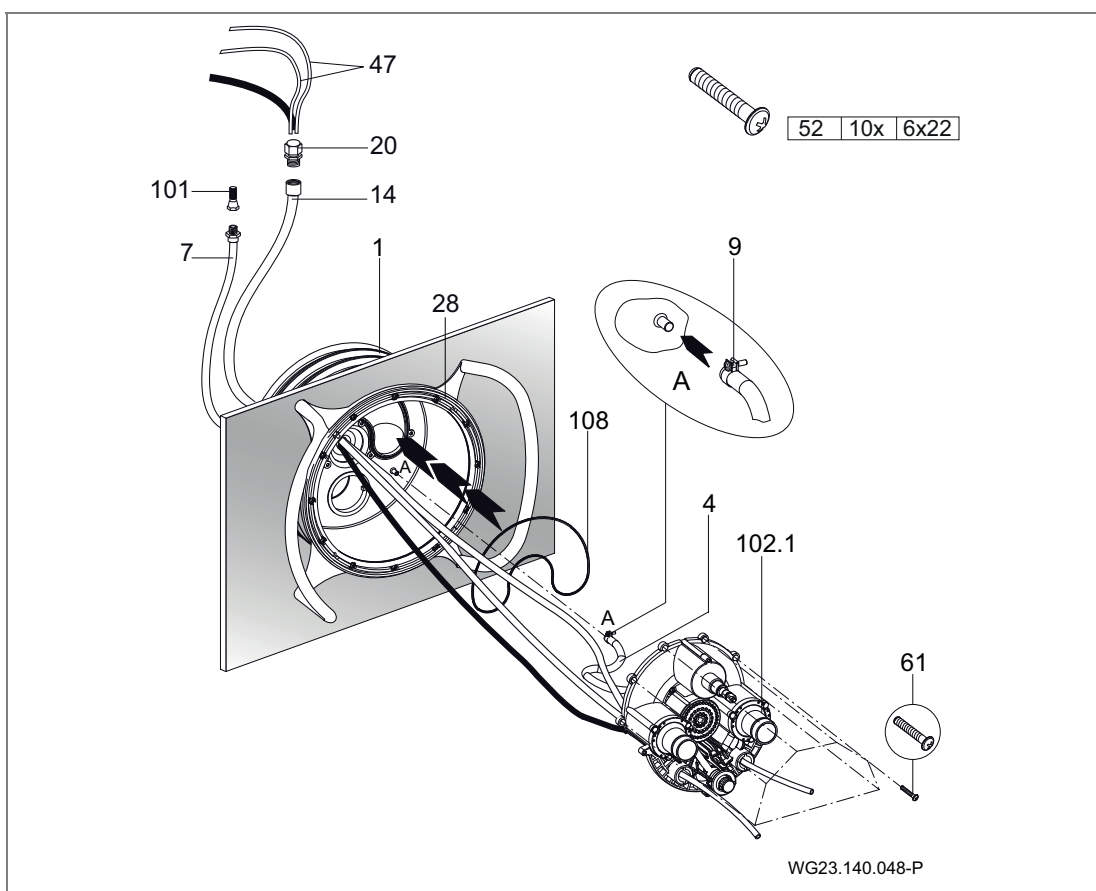

Abb. 16
2. O-Ring (108) in das Einbaugehäuse (1) einlegen. (Abb. 16)
3. Die zehn beigelegten Schneidschrauben (61) in das Düsengehäuse einschrauben. Vormontiertes Düsengehäuse (102.1) am Einbaugehäuse (1) ansetzen. (Abb. 16)
4. Pneumatikschläuche (47) und Kabel des Scheinwerfers durch den Schutzschlauch (14) führen und mit der Kabelverschraubung (20) abdichten. (Abb. 16)
5. Innere Luftleitung (4), die am Düsengehäuse (102.1) beziehungsweise an der Luftregelung bereits komplett vormontiert ist, mit Schlauchklemme (9) am Einbaugehäuse (1) befestigen. (Abb. 16)
6. Pneumatikschläuche durch die unteren beziehungsweise äußeren Öffnungen vom Düsengehäuse (102.1) führen; Licht EIN/AUS links, Pumpe EIN/AUS rechts. (Abb. 16)
7. Düsengehäuse (102.1) am Einbaugehäuse (1) ausrichten und mit den zehn vormontierten Schneidschrauben (61) befestigen. (Abb. 16)